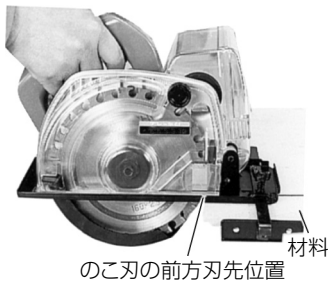

図 8
2. のこ刃が材料に触れない状態でスイッチを入れます（図 8）。のこ刃が全速回転になったら、そのまま本機をゆっくり前方に進め、切り終るまでこの状態を保つようにしてください。
3. ベース側部の溝はのこ刃の前方の位置を示します。材料を途中まで切断するときなどに便利です。（図 8）